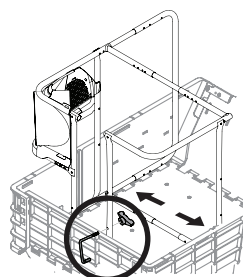

Figure 12
- Si nécessaire, adaptez la taille du cadre à celle de la remorque avec les tubes de réglage, en veillant à ce que les taquets s'enclenchent bien dans les trous. Voir Figure 12.
- Le crochet sert à arrimer le cadre à la remorque. Passez sa tige filetée dans la partie avant gauche du cadre, puis faites reposer l'autre extrémité (celle avec le capuchon protecteur) sur la paroi externe de la remorque, et fixez le tout avec un boulon à oreilles, comme illustré à la Figure 12.